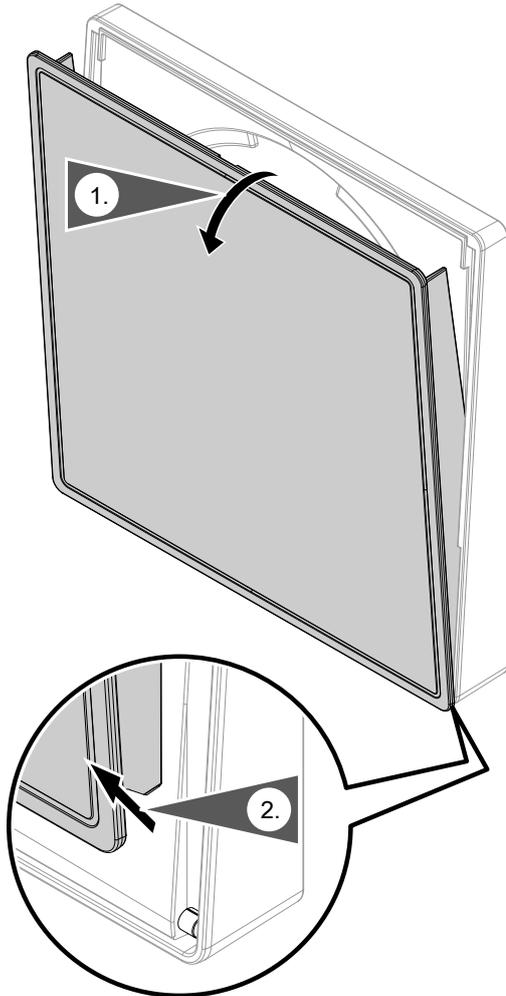

Abb. 5
1. Nehmen Sie die Innenwandblende ab: Siehe Abb. 5 auf Seite 20.
6. Setzen Sie die Innenwandblende in die Halterung ein: Arbeitsschritte in Abb. 5 auf Seite 20, in umgekehrter Reihenfolge.